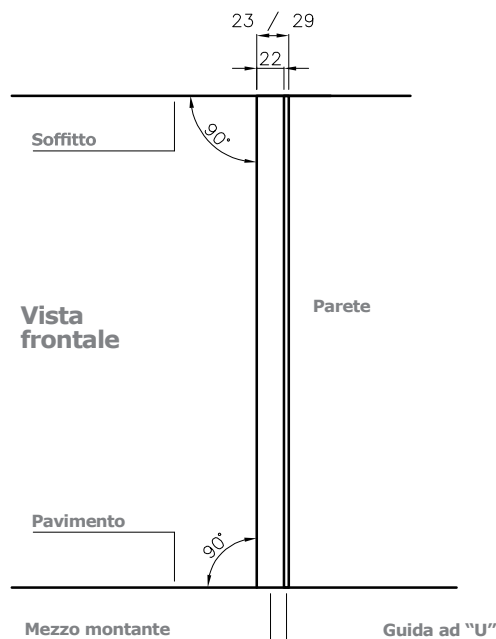

Fig. 2
- Posizionare sul profilo "guida ad U" il profilo "mezzo montante" e regolare la perpendicolare tramite i grani (fig. 2 - vista frontale della parete finita)